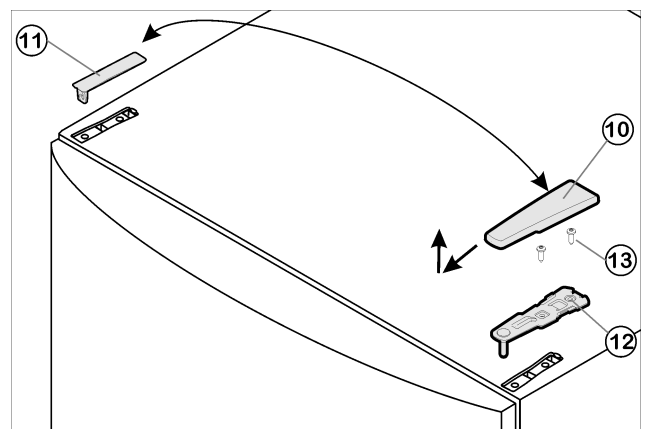

Fig. 4
- ▶ Потяните крышку Fig. 4 (10) вперед и вверх.
- ▶ Снимите крышку Fig. 4 (11).
- ▶ Открутите верхний опорный кронштейн Fig. 4 (12)(2 шт. Torx® 25) Fig. 4 (13) и вытяните вверх.
- ▶ Установите верхний опорный кронштейн Fig. 4 (12) на новой стороне шарнира и защелкните в дверце.
- ▶ Прикрутите верхний опорный кронштейн Fig. 4 (12) (с моментом 4 Нм) (2 шт. Torx® 25) Fig. 4 (13). При необходимости сделайте отверстия или используйте аккумуляторную отвертку.
- ▶ Защёлкните крышку Fig. 4 (10) и крышку Fig. 4 (11) на противоположной стороне.